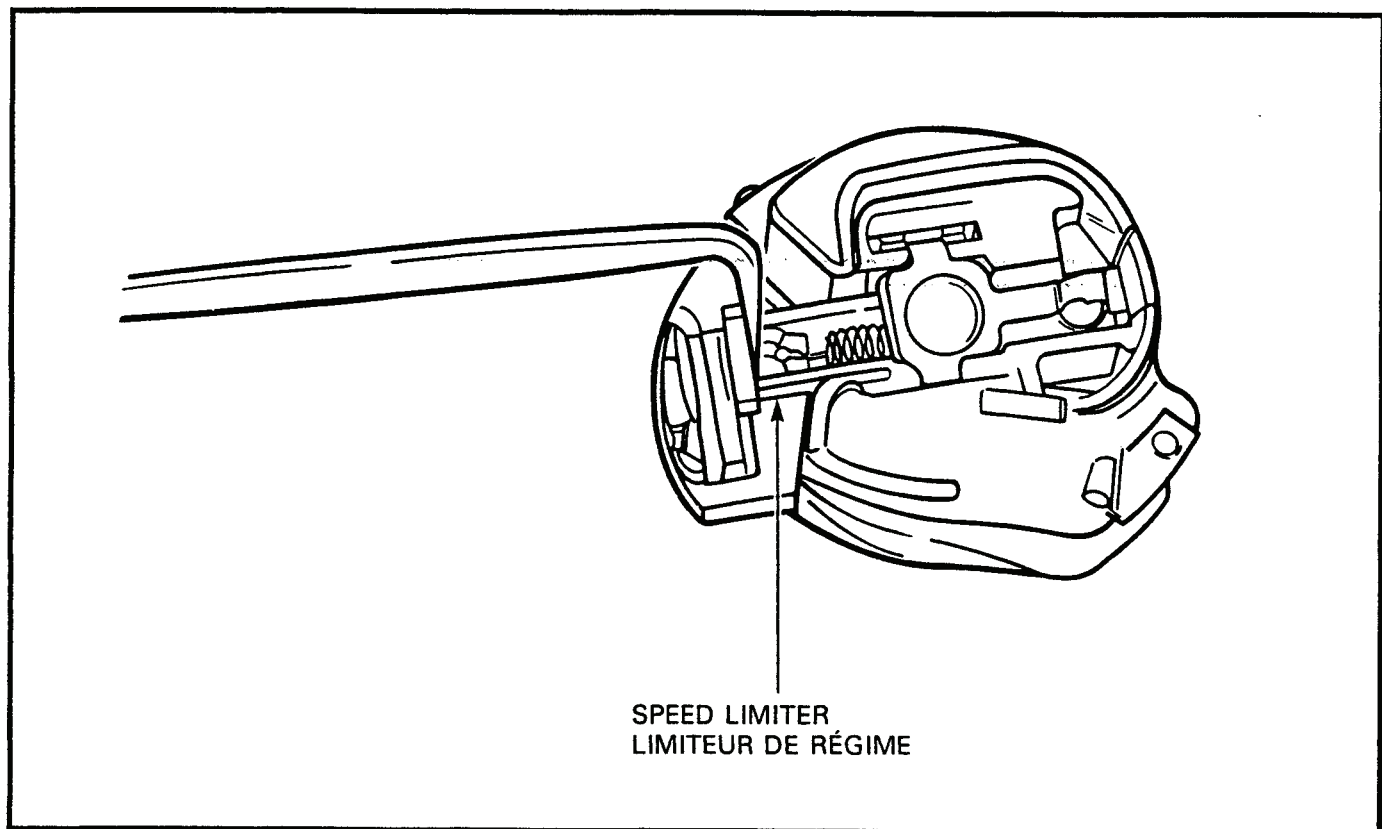

Figure 2-5-22 Checking Spring Tension of Speed Limiting Rotor
- c. Ensure there is spring tension to the speed limiter, see Figure 2-5-22.
- c. S'assurer que le ressort exerce une tension sur le limiteur de régime, voir figure 2-5-22.